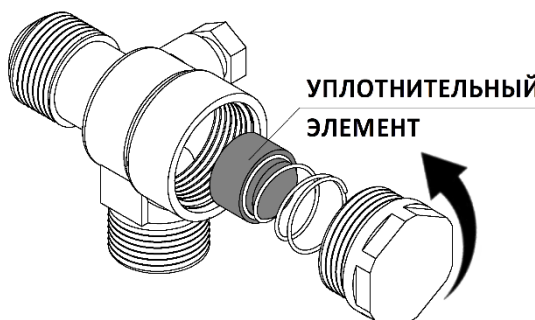

Рисунок 8
- Извлеките уплотнительный элемент (рисунок 8).